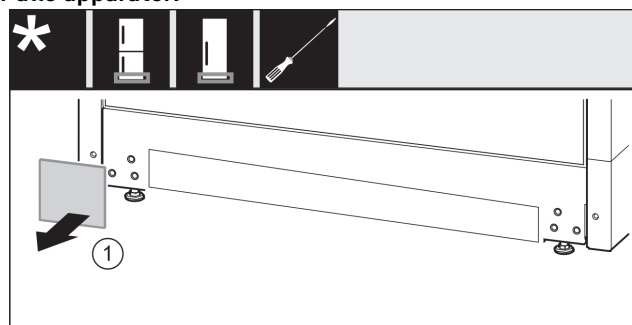

Fig. 14
- ▶ Tag afdækningen af. Fig. 14 (1)